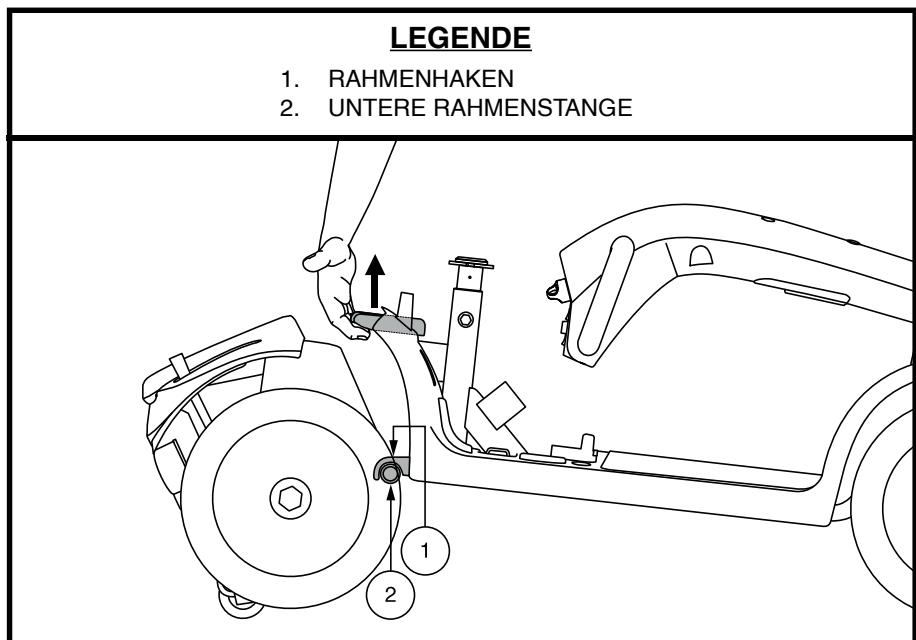

Abb. 24. Rahmenverriegelungshebel
3. Festhalten und Hochheben am Rahmenlösehebel. Siehe Abb. 24.
1. Vorder- und Heckteil Ihres Elektromobils wie in Abb. 24 dargestellt positionieren.